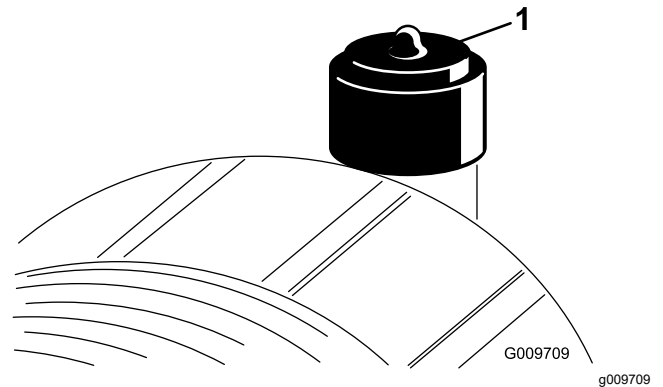

Figura 55
Faça a manutenção do elemento do filtro de ar apenas quando o indicador de restrição (Figura 55) o exigir. Mudar o elemento do filtro de ar antes de ser necessário aumenta a possibilidade de entrar sujeira no motor quando se retira o elemento.
- Reinicie o indicador de restrição (Figura 55) se este se apresentar vermelho.